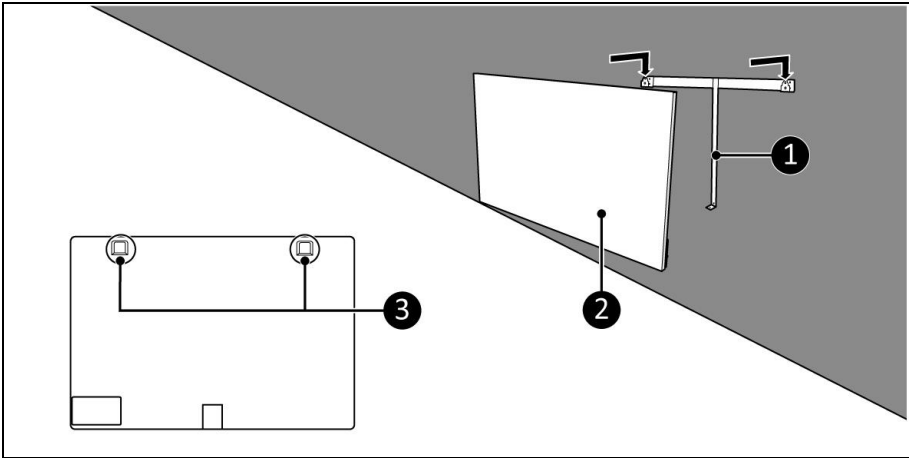

Abbildung 8
8. Platzieren Sie die Gerätehalterungen (Abbildung 8, Pos. 3) über die Wandhalterung (Abbildung 8, Pos. 1).
9. Lassen Sie das Gerät (Abbildung 8, Pos. 2) in die Öffnungen der Wandhalterung gleiten.